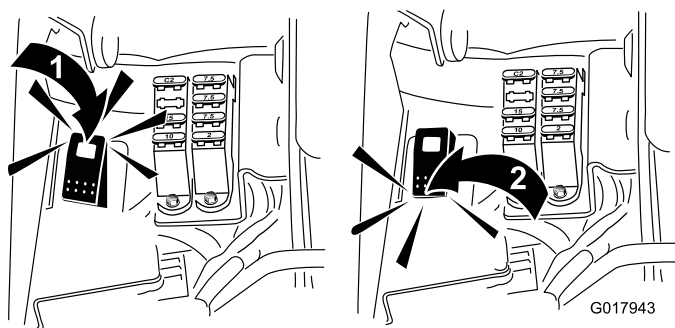

Figura 57
5. Rode a alavanca de rectificação para a posição "R" (Figura 57).